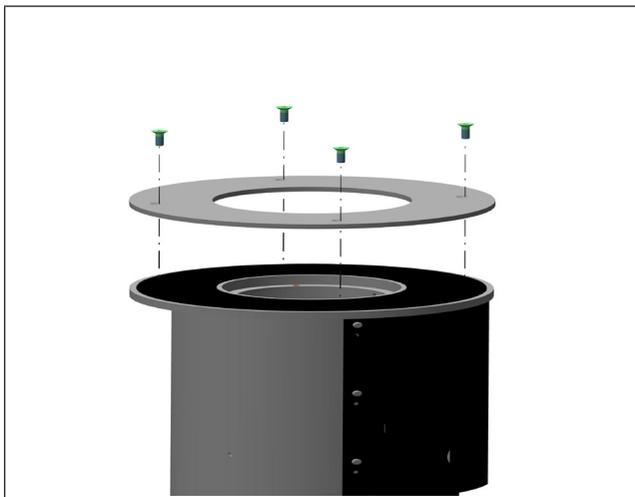

Abb. 2
2. Schrauben Sie die Befestigungsschrauben vollständig aus der Bodenplatte heraus (Abb. 2).